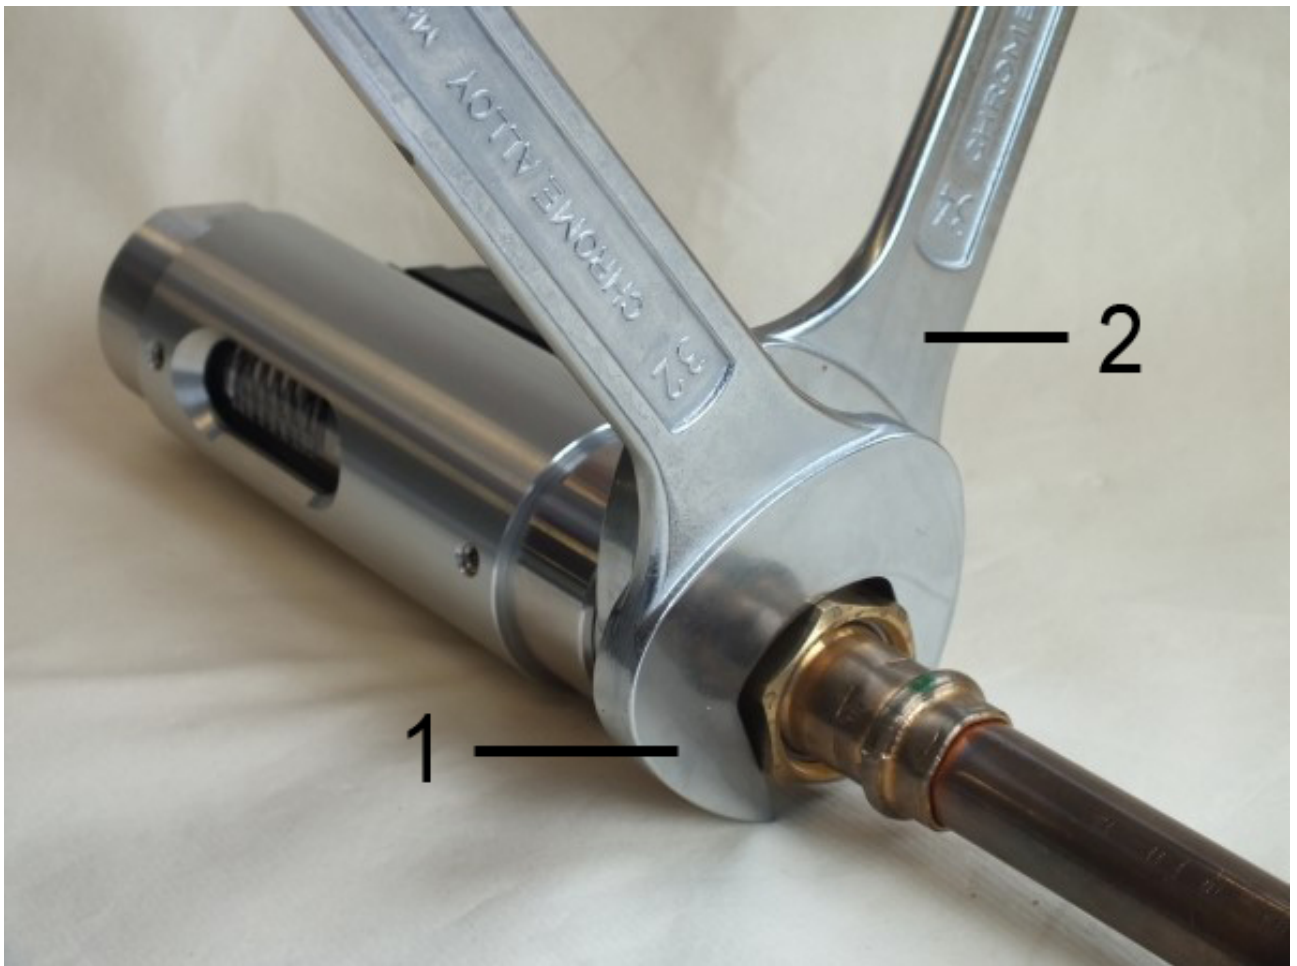

Abb. 11: Gerät einschrauben
2. ➔ Mit passendem Maulschlüssel (Abb. 11/1) die Übergangverschraubung der Rohrleitung eindrehen. Dabei die Geräteverschraubung mit einem passenden Maulschlüssel (Abb. 11/2) gegenhalten